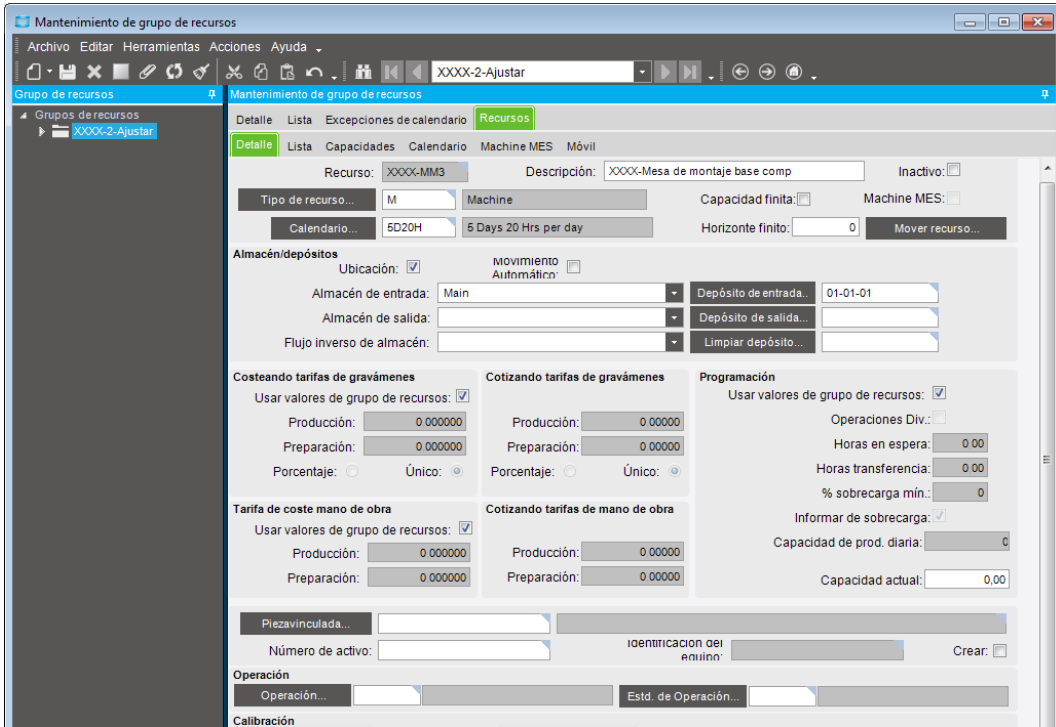

Imagen 97. Mantenimiento grupo de recursos, recurso XXXX-MM3
- XXXX- Mesa de montaje base completa (imagen 97)